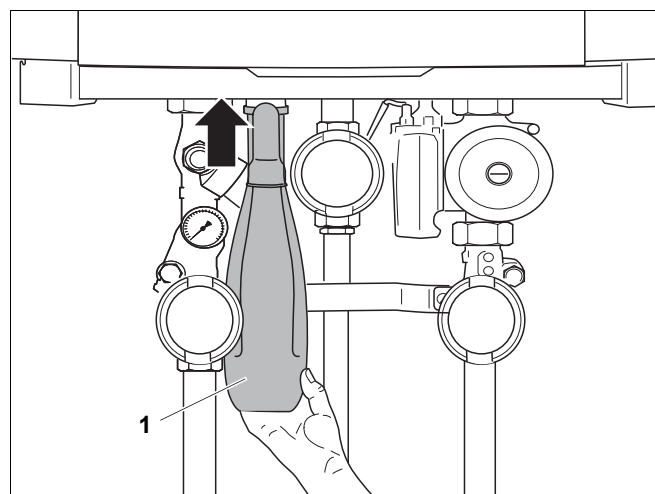

Fig. 17 Montați sifonul
- Montați sifonul (Fig. 17, **Poz. 1**) la racordul evacuare condensat (AKO).